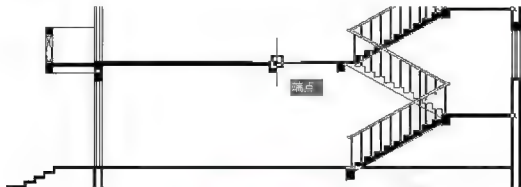
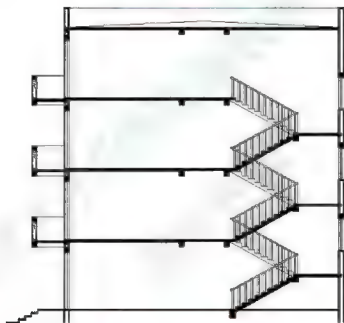

图 4.118 指定插入点
图 4.119 复制生成楼梯
(4) 执行菜单栏中的【窗口】|【1:100 剖面图.dwg】命令,将“1:100 剖面图”文件设置为当前文件。
(5) 执行菜单栏中的【编辑】|【粘贴】命令(组合键 Ctrl + C), 在指定插入点: 提示下, 捕捉如图 4.118 所示处, 这样就将楼梯跨文件复制到“1:100 剖面图”中, 结果如图 4.119 所示。